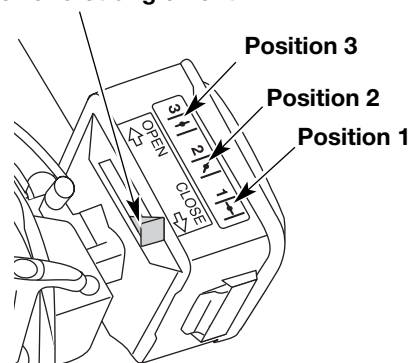

Fig. 10
4. Mettre le levier d'étranglement en **position 1** (Fig. 10).
6. Mettre le levier d'étranglement en **position 2** (Fig. 10).
9. Mettre le levier d'étranglement en **position 3** (Fig. 10). L'appareil est prêt à être utilisé.